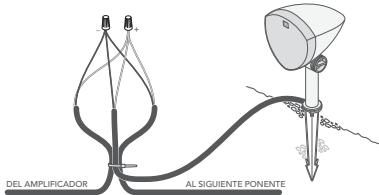

Figura 8
- Corte los dos cables correctos para el altavoz izquierdo o derecho (consulte las tablas a continuación) y pele 3/4 de pulgada de aislamiento en los extremos expuestos de los cables de entierro; a continuación, pele 3/4 de pulgada de aislamiento de los extremos del cable flexible del altavoz correspondiente (ver figura 8).
- Cree un bucle de aproximadamente 10 pulgadas y utilice una brida de alambre para sujetar el bucle de alambre y el cable flexible del altavoz para proporcionar alivio de tensión (ver figura 8).